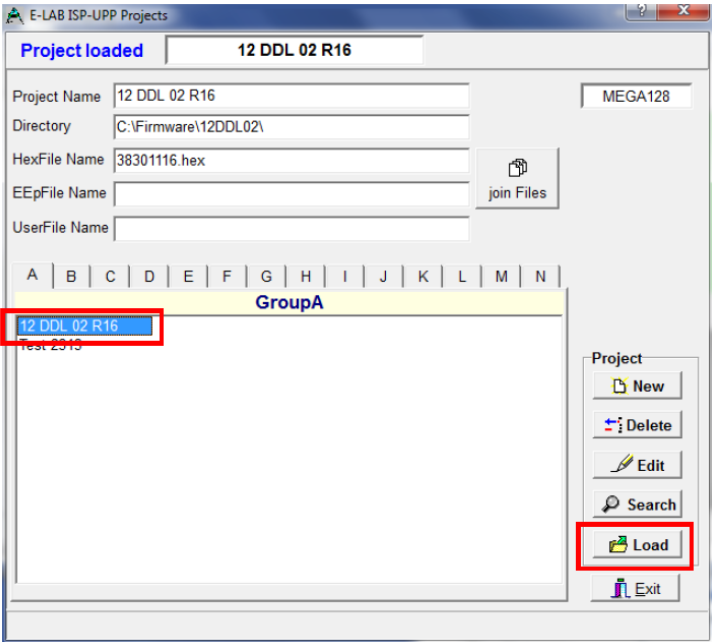

Рисунок 7
3.7 Назначьте файл прошивки и нажмите на кнопку «**Load**» (рисунок 7).